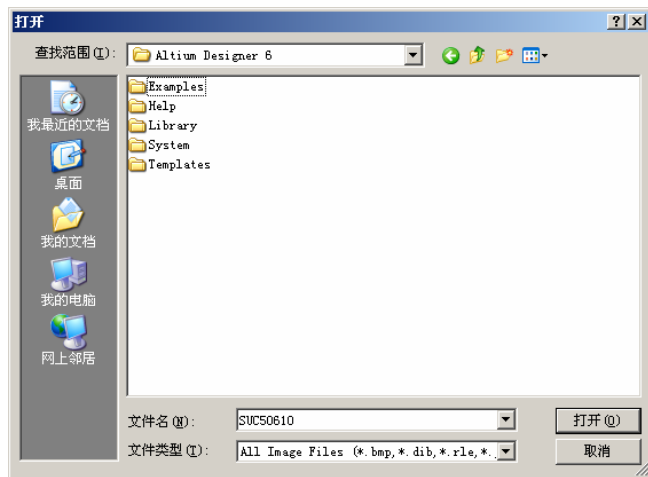

图 2.128 “打开”对话框
(3) 参照参照绘制矩形过程中的介绍，设置“Border Width”、“Border Color”选项内容。
(4) 在“Properties”选项区域中的“File Name”编辑框中输入需要插入的图像文件的完整路径，或者单击“Browse...”按钮，打开如图 2.128 所示的“打开”对话框，在该对话框中选择需要插入的图像文件，单击“打开”按钮，将选中文件的完整路径输入到“FileName”编辑框中。系统支持*.bmp、*.dib、*.rle、*.jpg、*.tif、*.wmf、*.pcx、*.dcx、*.tga 等格式的图像文件。